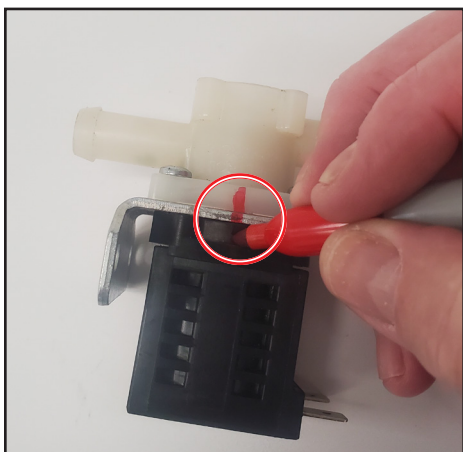

Fig. 1. Tracez une ligne de référence sur toutes les pièces.
1. Avec un outil de dessin, tracez une ligne de référence sur toutes les pièces pour faciliter le remontage. Voir Fig. 1.